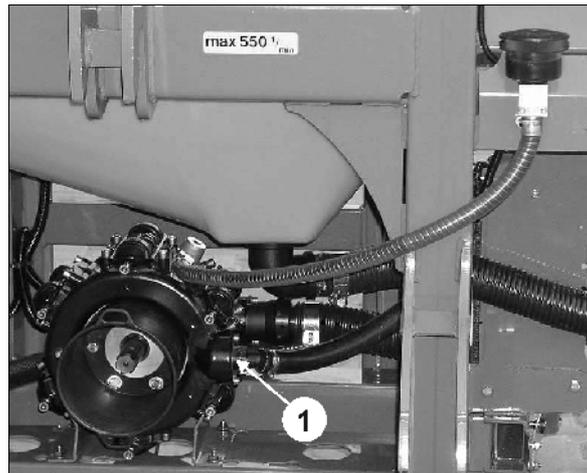

Bild 112
9. Demontera tryckslangen (Bild 112/1) för pumpen, så att vattnet från tryckslangen och VARIO-kran-tryck kan rinna ut.